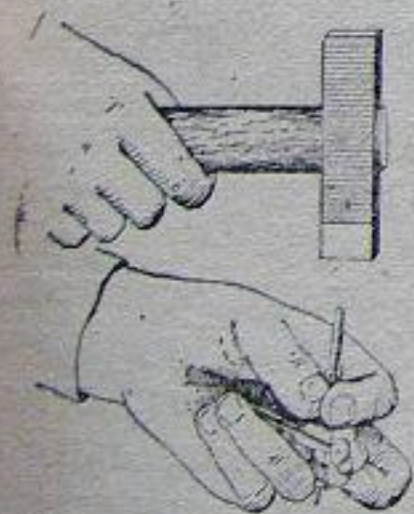

Рис. 12. Выталкивание штильки при отделении выбрасывателя и ударника от затвора
4) Разобрать затвор. Вытолкнуть выколоткой шпильку, удерживающую ударник и ось выбрасывателя (рис. 12), и извлечь ударник из канала затвора; вытолкнуть выколоткой ось выбрасывателя. Отжимая большим пальцем правой руки зацеп выбрасывателя (от центра затвора) и придерживая его указательным пальцем, извлечь выбрасыватель с пружиной из паза затвора.